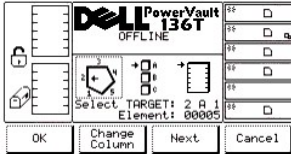

Abbildung 35. Dialogfeld "Command" > "Move" > "Position Picker"
Wenn "Position Picker" ausgewählt wird, wird das Dialogfeld "Position Picker" angezeigt (siehe Abbildung 35). Mit dieser Option wird der Picker vor ein bestimmtes Objekt platziert.
- 1 Wenn die Taste unter dem Softkey **Next** gedrückt wird, wechselt der aktuelle Quellenparameter, wie im Dialogfeld "Position Picker" gezeigt, von "Slot" zu "Column" (siehe Abbildung 35).